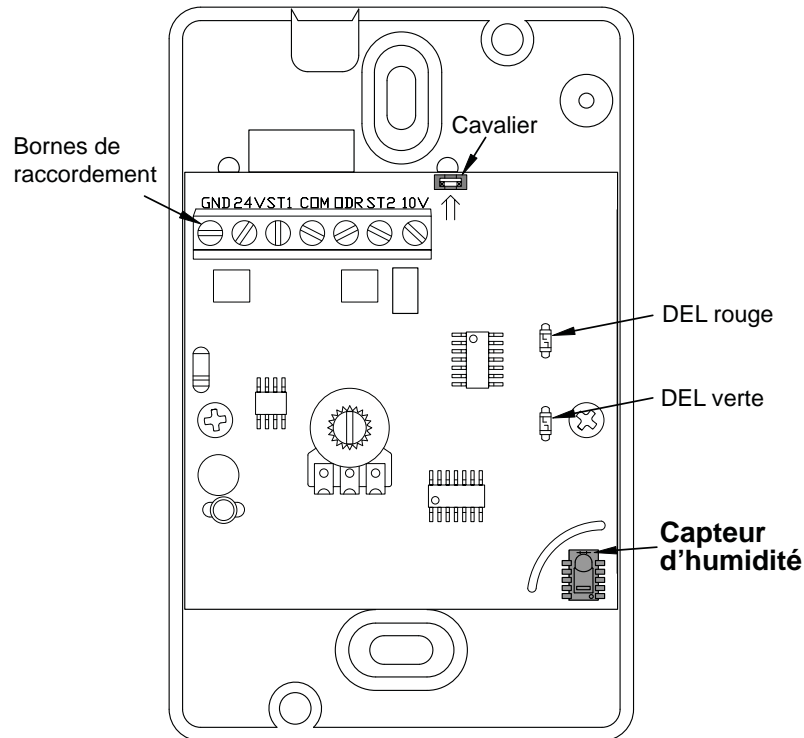

Fig. 1a Hygrostat mural
- 1 Le capteur d'humidité est situé dans le coin inférieur droit de l'hygrostat. Voir Fig. 1a.